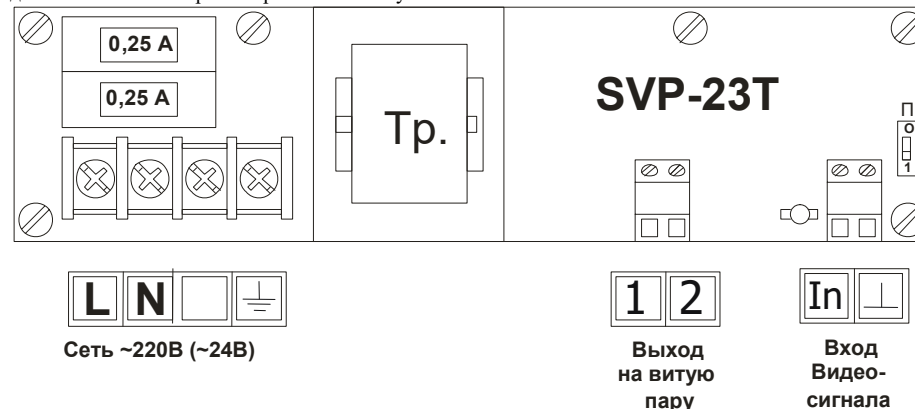

Рис. 1. Схема подключения и расположения органов регулировки SVP-23T/24.
- подключите кабель от источника на вход видеосигнала (Рис.1) с соблюдением полярности;
Схема подключения и расположения органов регулировки SVP-23T/24 приведена на Рис.1.